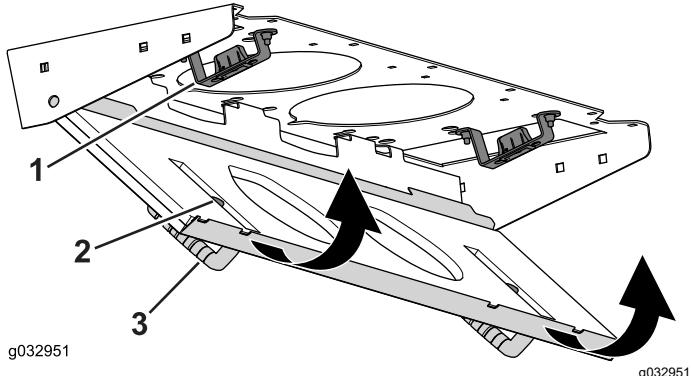

Рисунок 88
- Поверните сетчатый фильтр вокруг монтажных лепестков так, чтобы защелка зафиксировалась в креплении защелки в сборе (Рисунок 88).